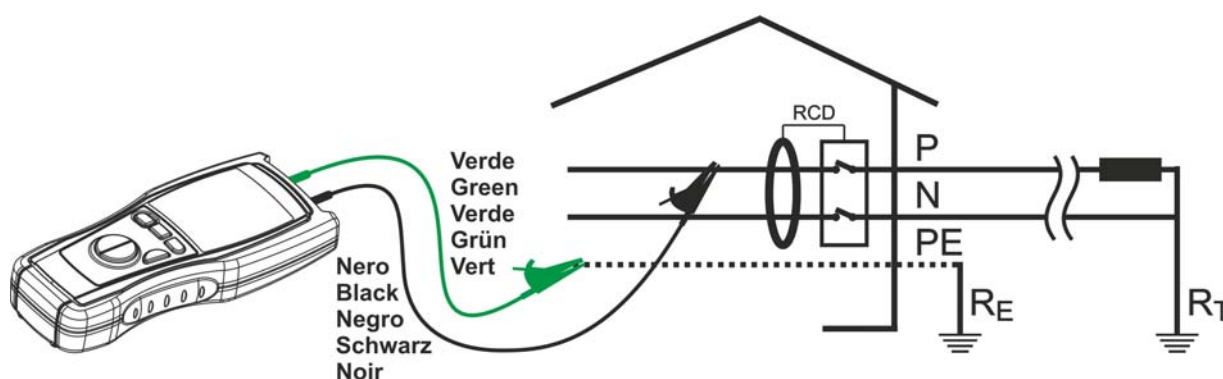

Fig. 14 : Connexion des bornes de l'instrument dans l'essai AUTO
- Connecter la borne verte de l'instrument au conducteur de protection (terre) et le conducteur noir au câble de phase (voir Fig. 14) ou bien brancher la fiche shuko dans la prise.